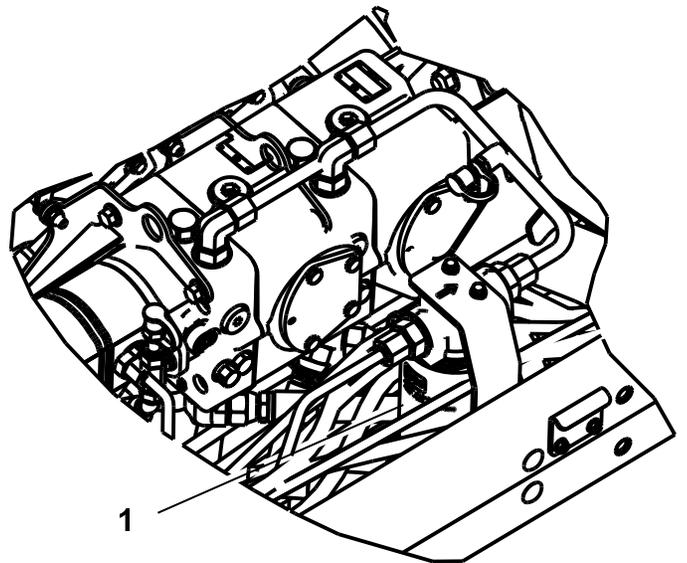

図 74
- フィルタ取り付け部付近をきれいに拭い、下に容器を置く 図 74。